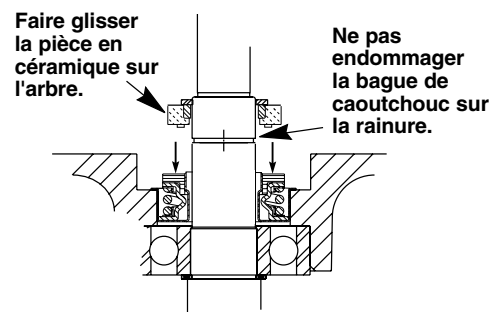

Figure 3
- Glisser sur l'arbre un demi-joint rotatif neuf (Figure 3).